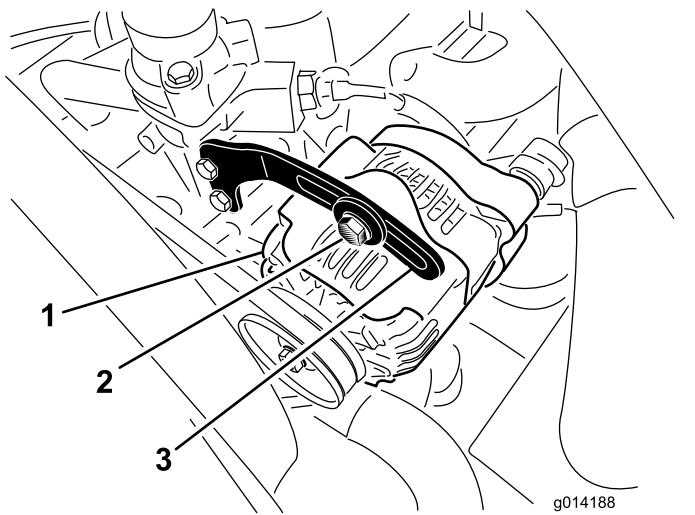

図 45
2. オルタネータ側プーリとクランクシャフト側プーリ間の中央部でオルタネータベルト図45を指で10kg程度の力で押してベルトの張りを点検する。
3. ブレースをオルタネータに固定しているボルトと、オルタネータのピボットボルトをゆるめる図45。